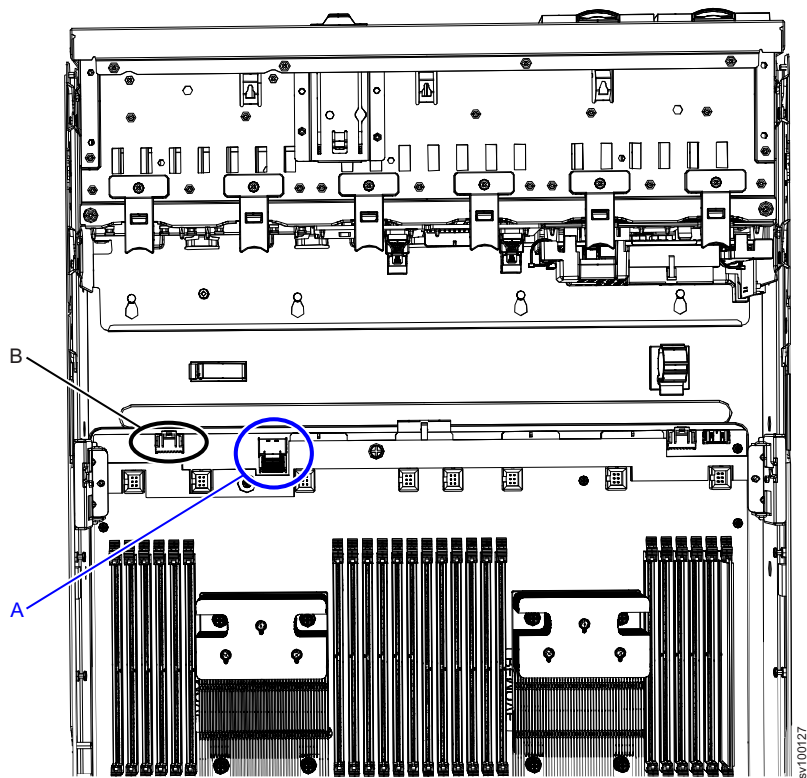

图 171. 2145-SV1 主板上用于操作员信息面板电缆的电缆接口
3. 将每根电缆连接到主板上相应的接口，如第 209 页的图 171 中所示。